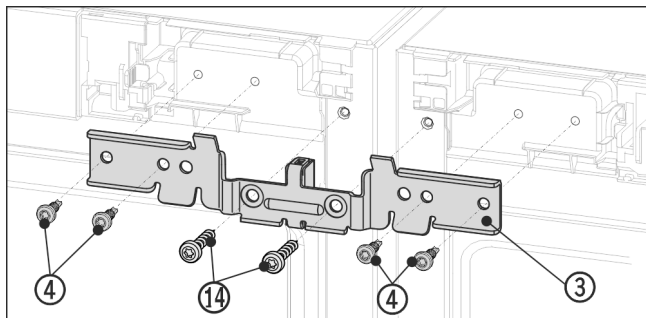

Fig. 12 Näitlik kujutis
- Lükake nurgik Fig. 12 (3) koos distantssdetailiga seadmete vahele ja tapile. Kruvige nurgik nelja kruvi Fig. 12 (4) ja eelnevalt väljakeeratud maanduskruvidega Fig. 12 (14) vaheldumisi paremal ning vasakul lahtiselt külge.